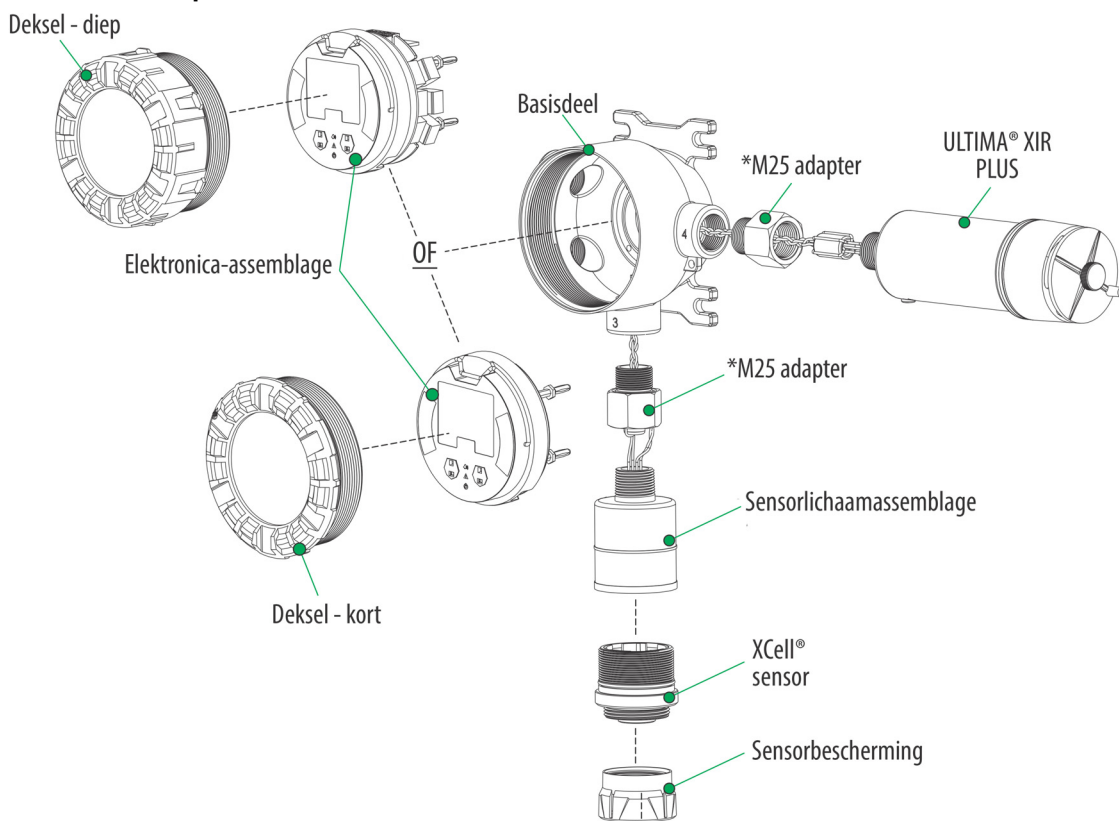

Fig. 3 Overzicht componenten
- ▶ Volg de waarschuwingen hieronder op bij het verwijderen of verplaatsen van sensoren. Raadpleeg Fig. 3 voor het overzicht van componenten.